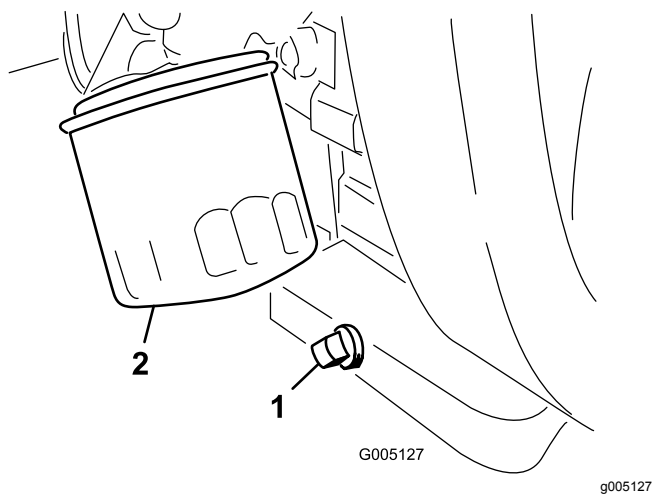

Figure 39
1. Retirez le bouchon de vidange (Figure 39) et laissez couler l'huile dans un bac de vidange. Remettez le bouchon quand la vidange est terminée.
2. Déposez le filtre à huile (Figure 39).